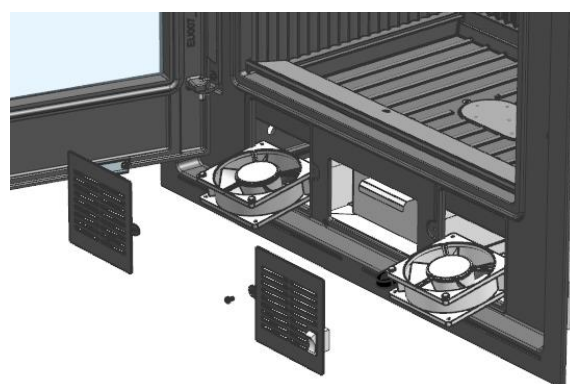

Fig.3
3. Estrarli inclinati dall'apertura frontale. (Fig. 3)